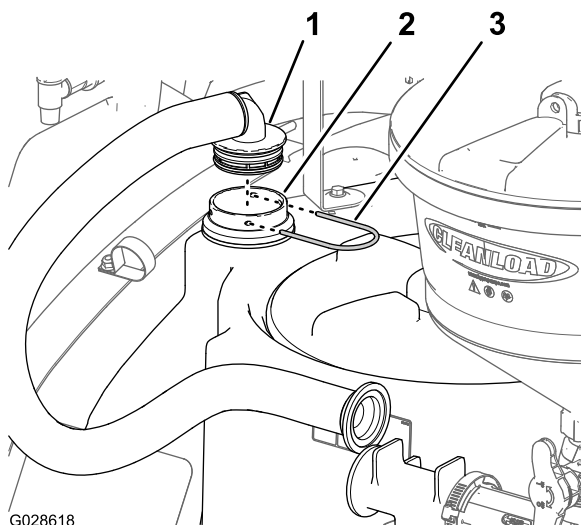

図 23
1. タンクホースのバーブ付き 90°フィッティングを、バルクヘッドフィッティング 図 23 これはステップ 2 バルクヘッドを取り付けるフィッティング (ページ 10) で取り付けたものに挿入する。
ヘッドフィッティングに固定する 図 23。